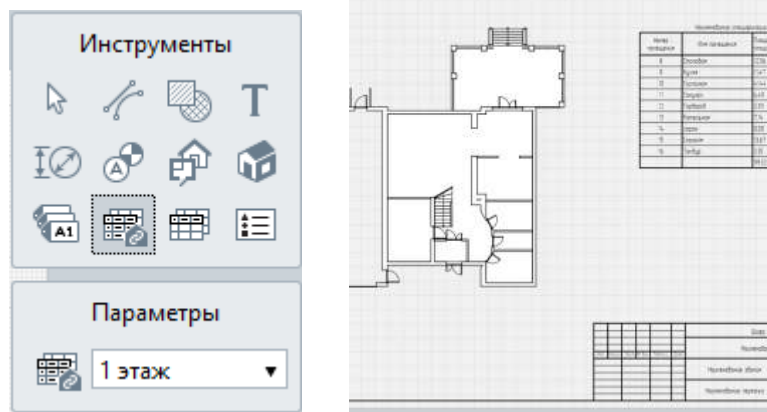

Рисунок 8.4 – Экспликация помещений
4. Добавьте на лист *Спецификацию —«1 этаж»* (и то и другое делается из панели инструментов), рис.8.4